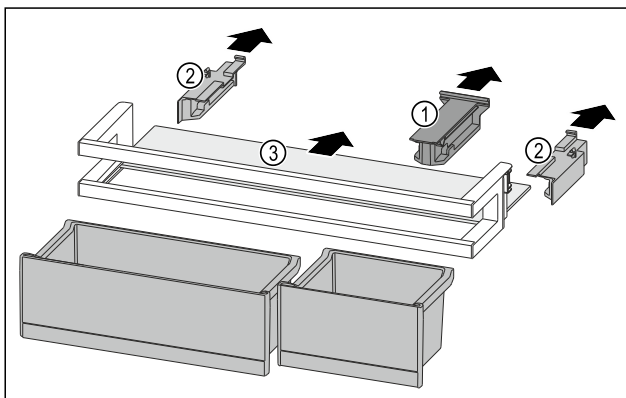

Fig. 116
- ▶ Halteteil Fig. 116 (1) abziehen.
- ▶ Seitenteile Fig. 116 (2) abziehen.
- ▶ Abstellfläche Fig. 116 (3) entnehmen.